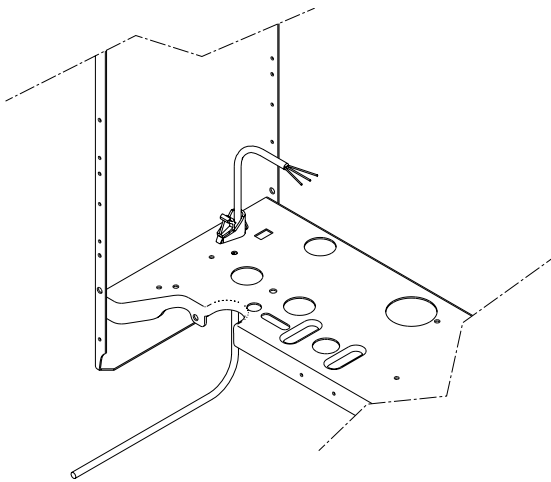

Fig. 3.6
- inserire il cavo dell'eventuale T.A. nell'apposito serracavo sul telaio (fig. 3.6)
- introduceți cablul eventualului termostat de ambient prin clema de fixare corespunzătoare aflată pe cadrul cazanului (fig. 3.6.);